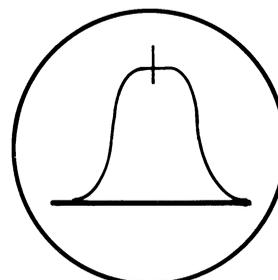

Abb. 3
- Enfoncer la touche U (FM).
- Tarare le L 201, L 204, L 205 e L 213 sul massimo e su una migliore simmetria della curva passante (vedi fig. 3).
- L 201, L 204, L 205, L 213 auf Maximum und beste Symmetrie der Durchlaßkurve abgleichen (siehe Abb. 3).